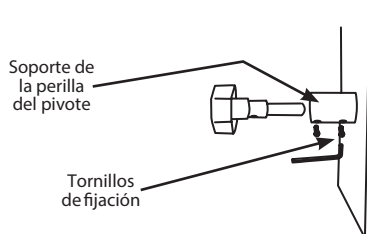

FIGURA 3
4. Usando la llave, ajuste el tornillo de fijación más cercano a la cubeta mezcladora, en la parte inferior del soporte de la perilla del pivote hasta que no gire más. Afloje el tornillo de fijación con $\frac{1}{4}$ de giro para dejar que el pasador de bronce del pivote se deslice hacia atrás y adelante (**FIGURA 3**). Asegúrese de que el tornillo de fijación coincida con la muesca del pasador de bronce del pivote.